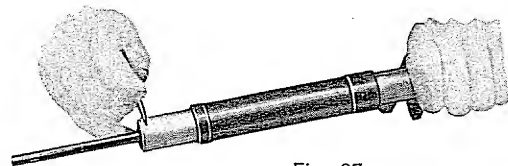

Fig. 27
Per togliere il tappo serbatoio (tav. 2° - T-M) premere con un punteruolo o chiodo appuntito il pulsantino di tenuta (fig. 27) svitando completamente.
To remove the magazine tube cap with shaft (T-M - table 2) press with a punch or pointed nail the cap retaining spring plunger (fig. 27); unscrew. Withdraw cap, spring and magazine follower.
Pour enlever le bouchon du tube magasin, (table 2 - pièces T-M) chasser avec un poinçon le ressort qui tient le bouchon, dévisser (fig. 27). Enlever le ressort et le poussoir du magasin.
- a) Togliere il tappo serbatoio come descritto a pag. 19 fig. 27.
- a — unscrew magazine tube cap (page 20, fig. 27).
- a — enlever le bouchon du tube magasin (page 20 - fig. 27)*
Vale a dire riportare la posizione del tappo come a fig. 27.